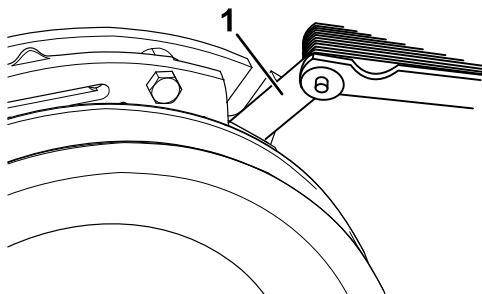
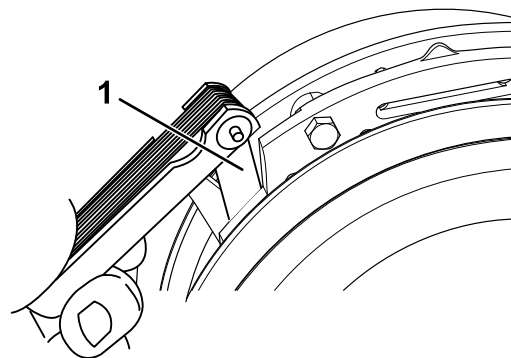

Bild 73
Bild 74
- E. Prüfen Sie mit einer Fühlerlehre (0,025 mm) den Abstand zwischen dem Drehzylinder und der Vorderseite der Lehre an beiden Seiten des Bremsschafts, wie in Bild 73 und Bild 74 abgebildet.